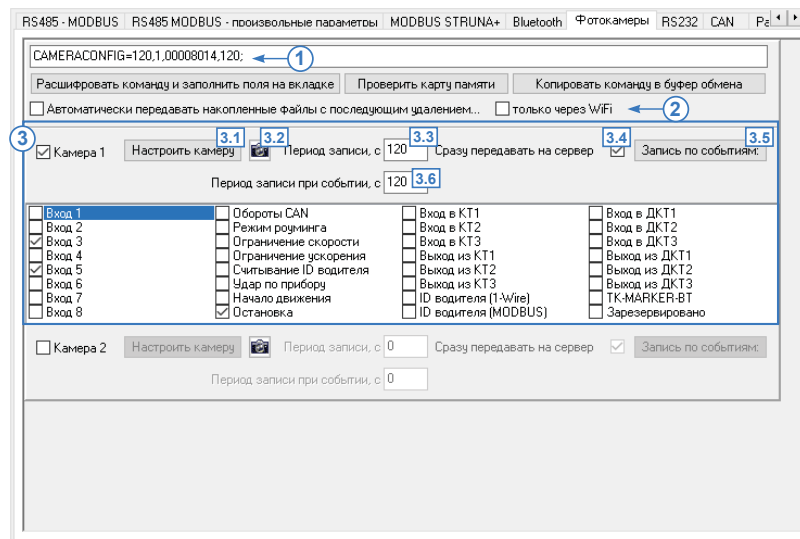

Рис.51. Вкладка «Фотокамеры».
- установить сетевой адрес камеры. Для этого – нажать кнопку «Настроить камеру» (**Рис.51, п. 3.1**). Камере автоматически будет присвоен адрес, соответствующий ее порядковому номеру: Камере 1 будет присвоен адрес 1, Камере 2 – адрес 2 и т. д.
- удостовериться, что камере присвоен нужный адрес, можно сделав пробный снимок. Для того чтобы сделать пробный снимок, необходимо нажать кнопку «Сделать снимок» (**Рис.51, п. 3.2**). Снимок будет записан в дополнительную память прибора «АвтоГРАФ». Статус выполнения отображается в окне состояния программы.
- в поле «Период записи, с» **Рис.51, п. 3.3** задать период, с которым прибор будет записывать снимки с камер. Период следует задавать в секундах.
- включить опцию «Сразу передавать на сервер», если необходимо передавать снимки на сервер, сразу после получения с камеры (**Рис.51, п. 3.4**).
- настроить запись фотоснимков по событиям, если необходимо. Снимки могут выполняться по запрограммированным событиям бортового контроллера. Для этого необходимо нажать кнопку «Запись по событиям» (**Рис.51, п. 3.5**), затем в появившемся списке событий прибора выбрать события, инициирующие принудительную запись снимка с настраиваемой камеры.
- в поле «Период записи при событии, с» (**Рис.51, п. 3.6**) задать отдельный период записи фотоснимков при событии. Период следует задавать в секундах. Запись фотоснимков, пока событие выполняется, может осуществляться как чаще, так и реже. Если не требуется изменять период записи во время события, необходимо задать значение, равное «Периоду записи» (**Рис.51, п. 3.3**).